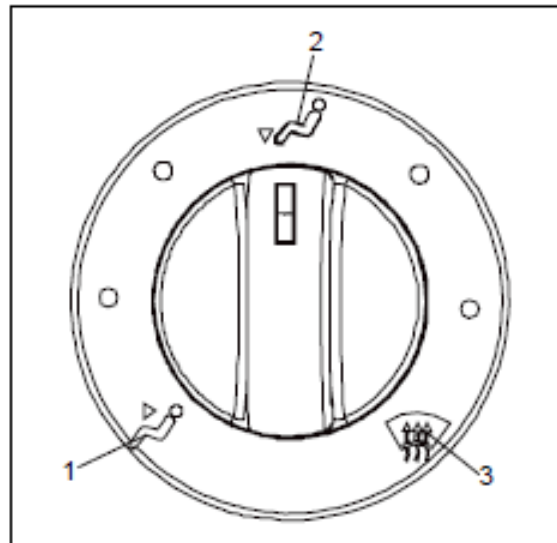

Fig.4-26 Botão de controle de saída de ar
d. Escolha a direção do vento adequada conforme necessário, ligue o interruptor conforme mostrado na Fig.4-26 para a posição 1 para ativar a saída para o rosto, vire para a posição 2 para ativar a válvula de escape para os pés, volta para a posição 3 para ativar a válvula de escape para para-brisa, este é normalmente utilizado para anti-névoa e anti-geda.